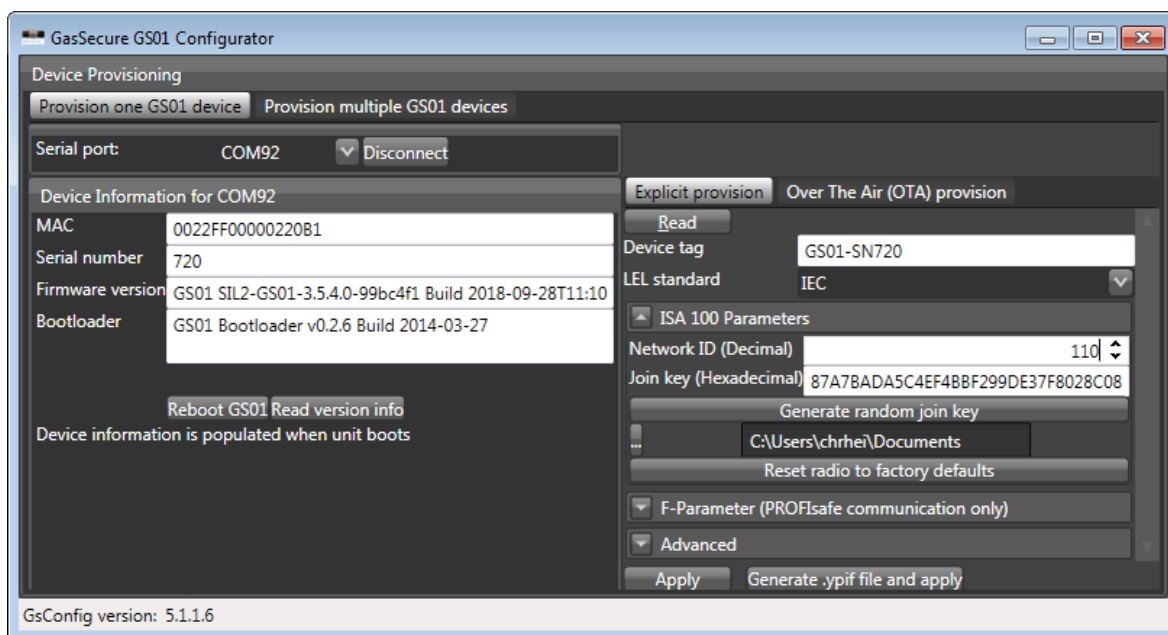

Figura 3-1: GS01 Configurator
- b) Execute o GS01 Configurator e selecione a porta COM correta. Mantenha o modo padrão “Provision one GS01 device”. Pressione o botão “Connect” e verifique se as informações do dispositivo são exibidas, cf. Figura 3-1. Pressione o botão “Read version info” se as informações do dispositivo não forem exibidas automaticamente. Pressione o botão “Read” para que o status de provisionamento atual do dispositivo seja exibido. Mantenha a “provisão explícita”.
- c) Insira o rótulo do equipamento⁵ e o ID de rede necessário em formato decimal⁶, cf. Figura 3-1.
- Execute o GS01 Configurator e selecione a porta COM correta. Mantenha o modo padrão "Provision one GS01 device". Pressione o botão "Connect" e verifique se as informações do dispositivo são exibidas, cf. Figura 3-1. Pressione o botão "Read version info" se as informações do dispositivo não forem exibidas automaticamente. Pressione o botão "Read" para que o status de provisionamento atual do dispositivo seja exibido. Selecione "Provisionamento Over The Air (OTA)".